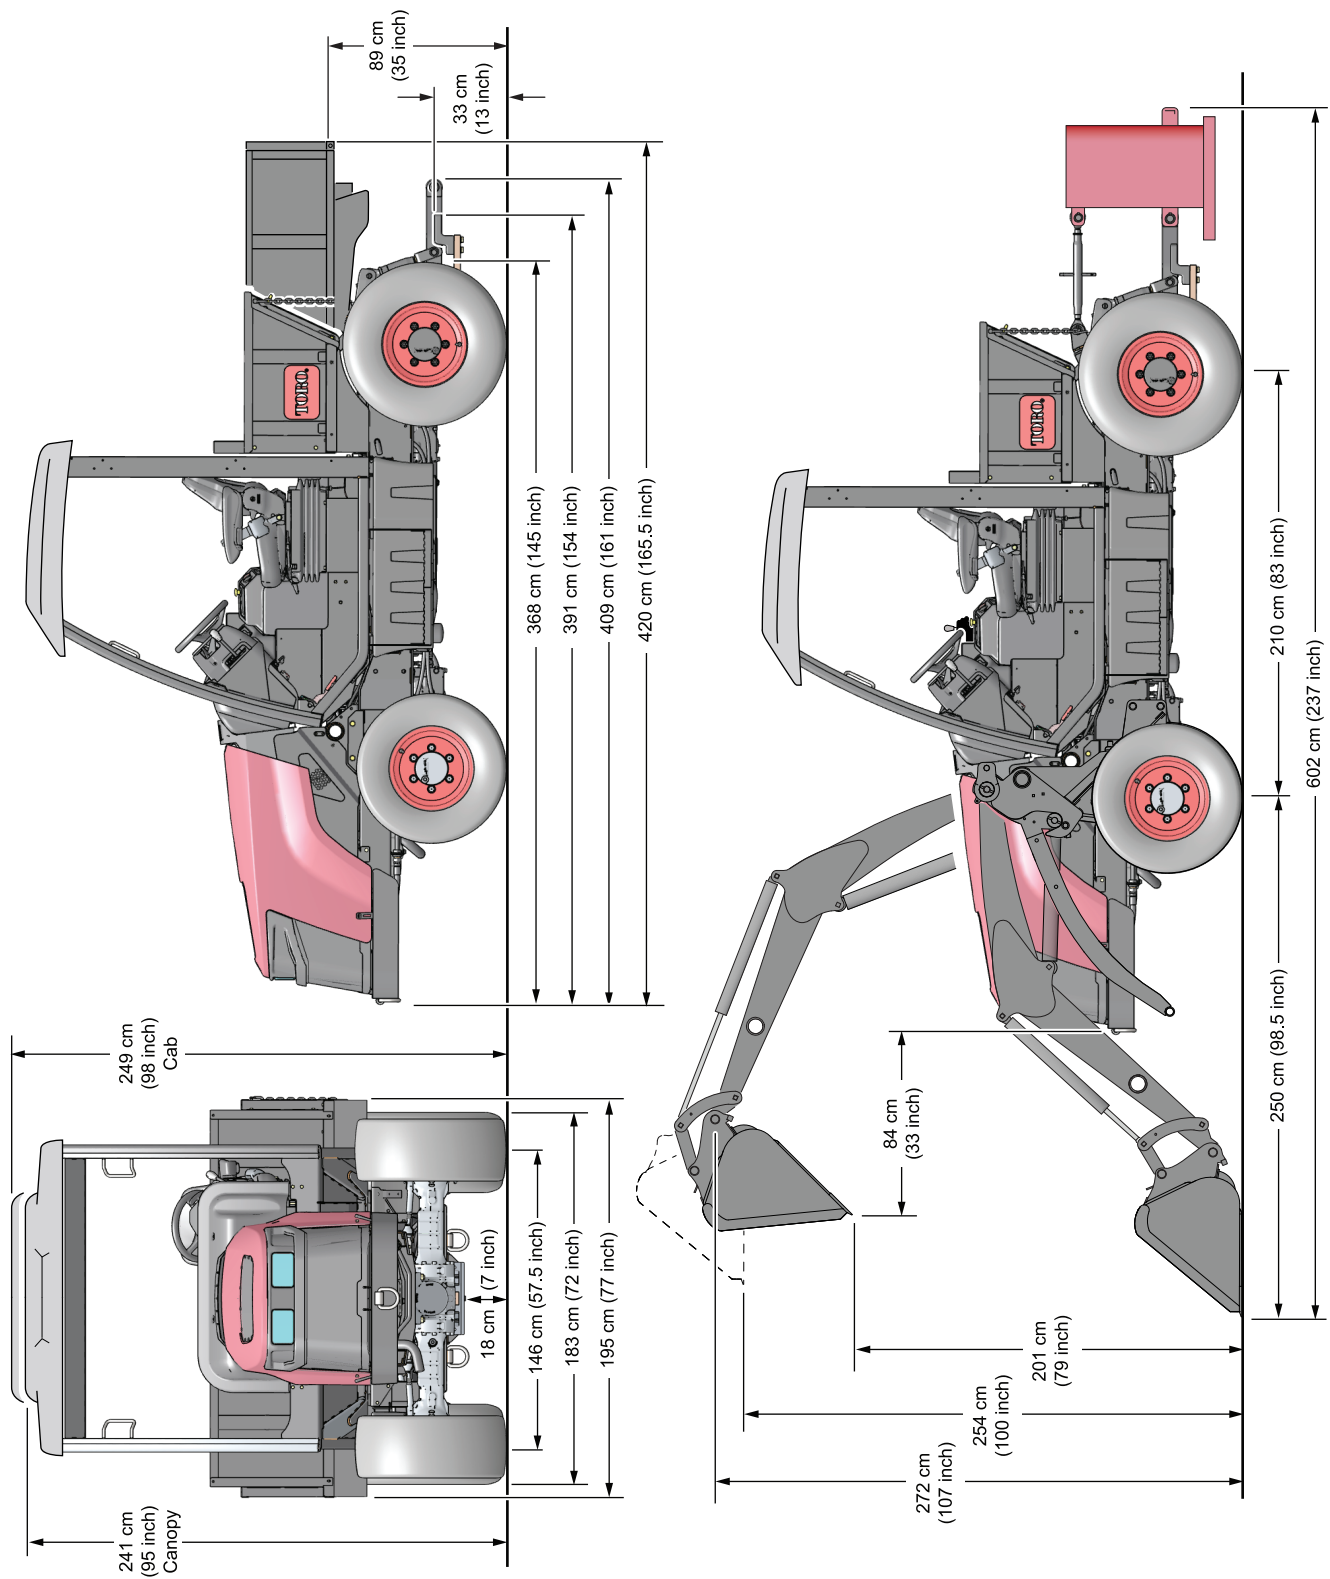

图 16
- 車両の全体寸法については(図 16)を参照してください。